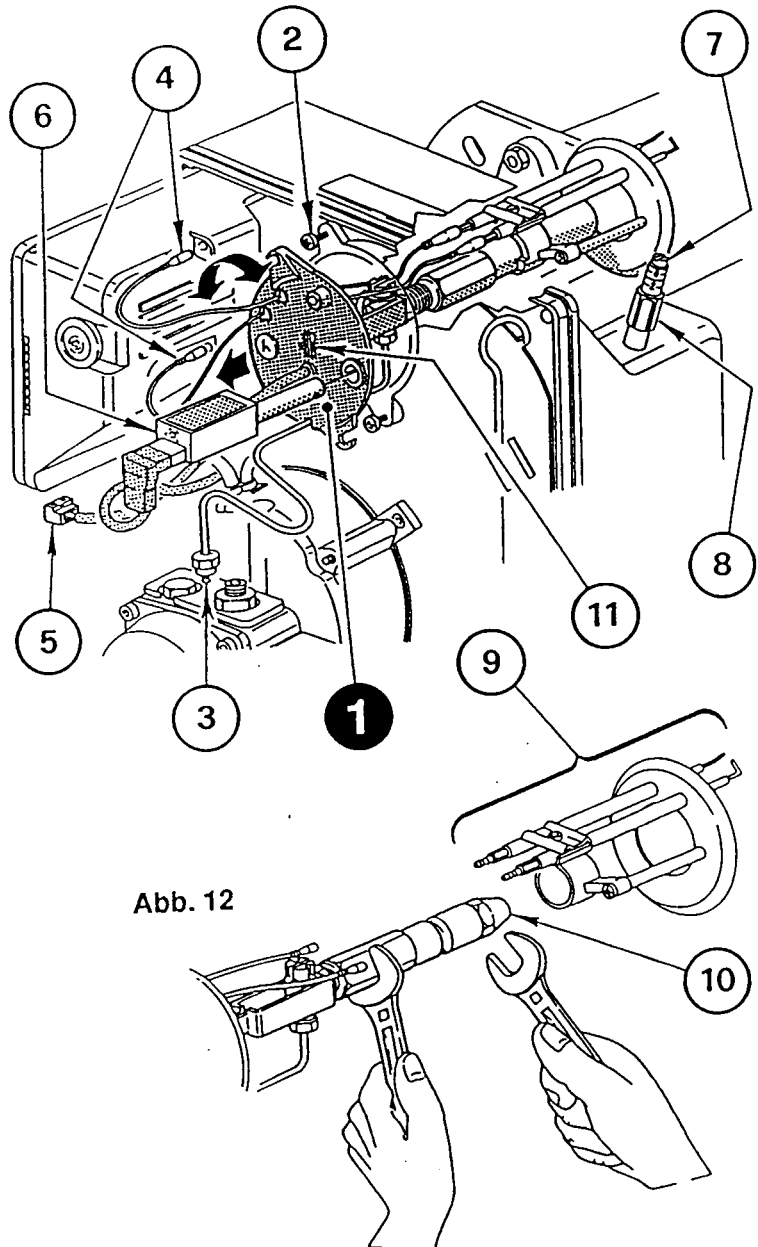

Abb. 12
**ZUR MONTAGE DER DÜSE WIE FOLGT VORGEHEN:** (Siehe Abb. 12)
- Den Düsenstock (1) herausnehmen, nachdem vorher die Schrauben (2) gelockert, die Mutter (3) gelöst, die Zündkabel (4), die Steckdose (5) und der Flammendetektor (6) abgenommen wurden.
- Die Einstellung erfolgt mit Hilfe der Schraube (7), nachdem man vorher die Mutter (8) gelockert hat (siehe Abb. 12).
**4.3 EINSTELLUNG DES FLAMMDETEKTORS (Siehe Abb. 12)**